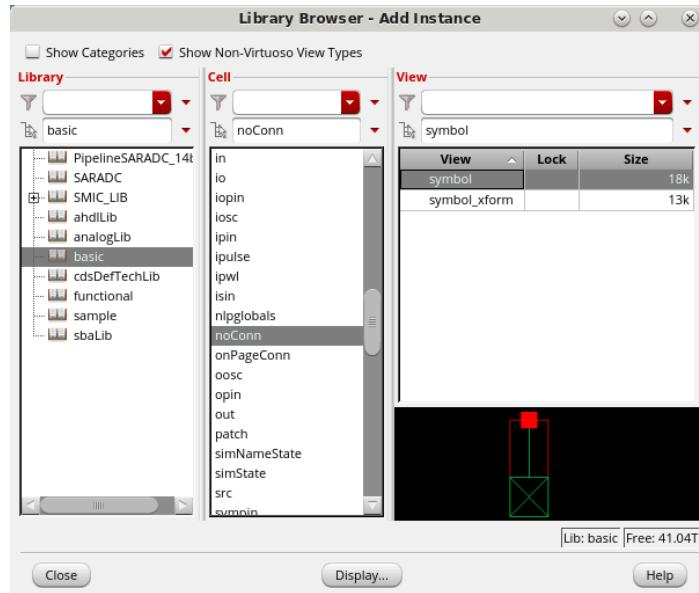

图 28 选择 noConn 单元
22. 在弹出的如图 28 所示的对话框中，选择 Library 列中的 basic，Cell 列中的 noConn，View 列中的 symbol。点击键盘上的 Enter 键。